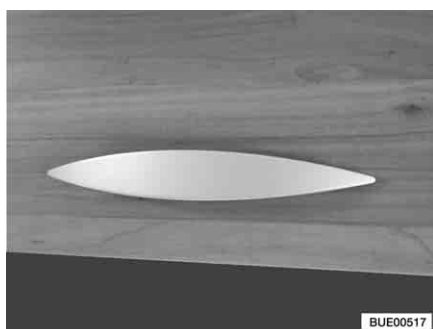

Fig. 37 Sportello del mobile con maniglia (esempio)
- Tirare la maniglia (Fig. 37) finché lo sportello del mobile non si apre.